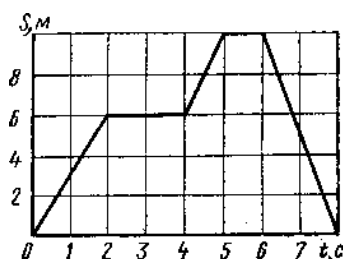

Рис. 11
13. Расскажите, как двигалась точка, график, перемещения которой дан на рис. 11